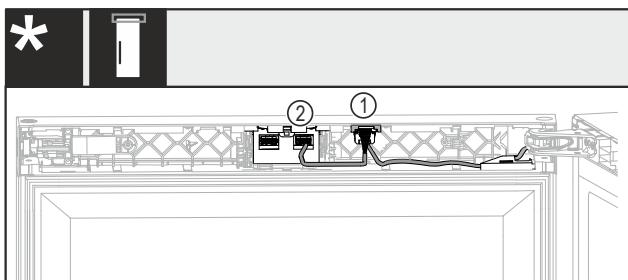

Fig. 45 Без замка або з механічним замком\*
- Вставте штекер з обома кабелями Fig. 45 (1) в направляючу.\*
- Закріпіть штекер із кабелем Fig. 45 (2) у правому гнізді.\*